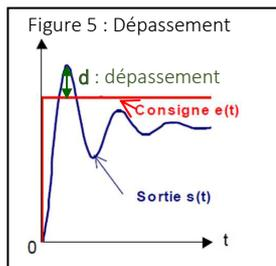

Figure 5 : Dépassement
**4. Le dépassement (figure 5)**